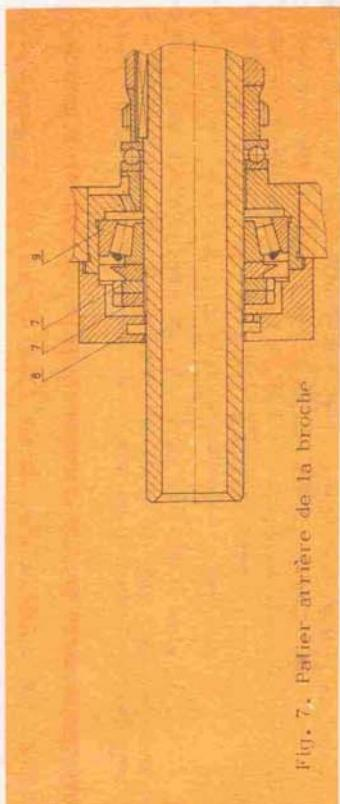

Fig. 7. Palier arrière de la broche
- fixer l'écrou I au moyen d'une calle en cuivre et de la vis 2. Pour régler la butée arrière de la broche, procéder comme ceci (fig. 7);